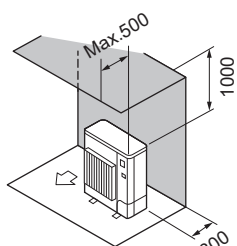

Fig. 2-8
- (2) Enbart hinder på baksidan och ovsidan (Fig. 2-8)